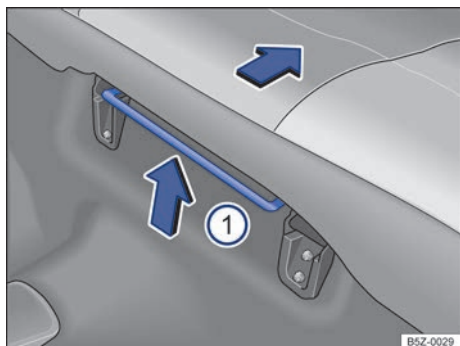

Fig. 76 Palanca para ajuste longitudinal del asiento trasero ①.
- Levante la palanca ⇒ fig. 76 ① y desplace el asiento hacia adelante o hacia atrás.